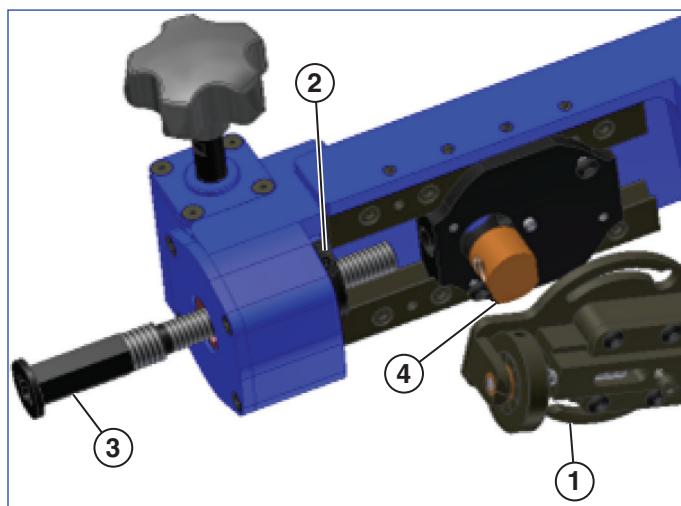

図 6
4. 製品本体には、送りネジ1本が別に付属しています。3,18 - 6,35 μm の面粗度が必要な場合は1/2 - 11山の送りネジを使用します。1,52 - 2,54 μm の粗度が必要な場合は1/2 - 20山の送りネジを使用します。(図6参照)